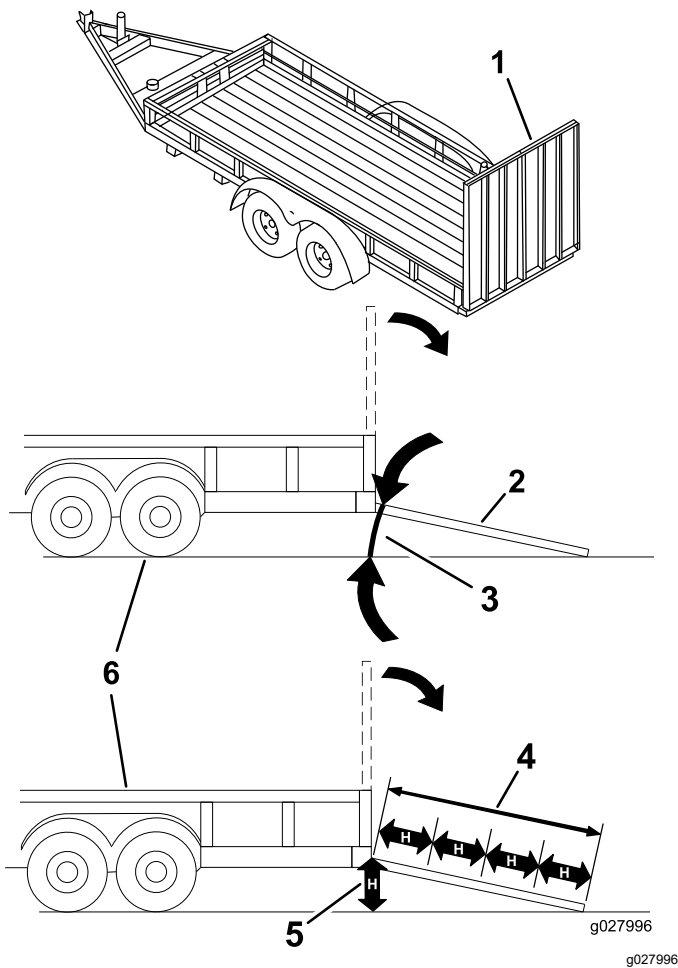

Figure 39
Le chargement de la machine sur une remorque ou un camion augmente le risque de basculement, et donc de blessures graves ou mortelles (Figure 39).
1. Abaissez la rampe pour que l'angle avec le sol ne dépasse pas 15 degrés (Figure 39).